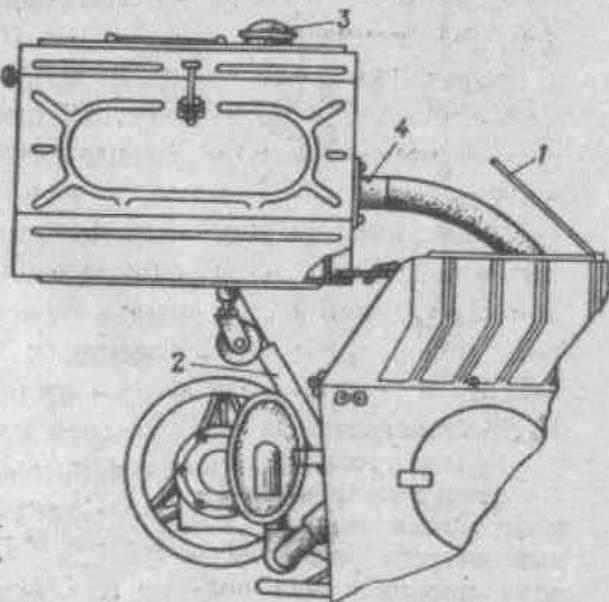

Рис. 1. Подключение предпускового подогревателя (вид сбоку):
- открой в капоте крышку 1 (рис. 1) люка воздухозаборника;
- сними крышку 3 (рис. 1) топливного бачка и заправь его бензином (вместимость бачка 2 л);